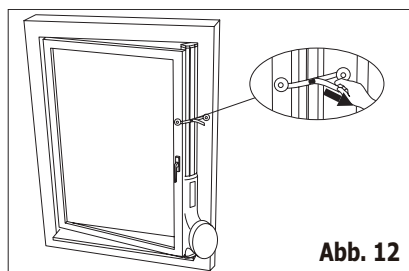

Abb. 12
3. Drücken Sie den Verriegelungshebel nach hinten, um die Länge der ausziehbaren Fensterleiste zu fixieren. Schließen Sie dann das Fenster und klemmen Sie dabei das Fenster-Set zwischen dem Fenster und dem Rahmen ein, um das Fenster-Set festzumachen. Ziehen Sie die Schutzfolie auf der Rückseite der Verankerungslasche ab, bringen Sie sie auf dem Fensterrahmen an und befestigen Sie das Band (Abb. 12).